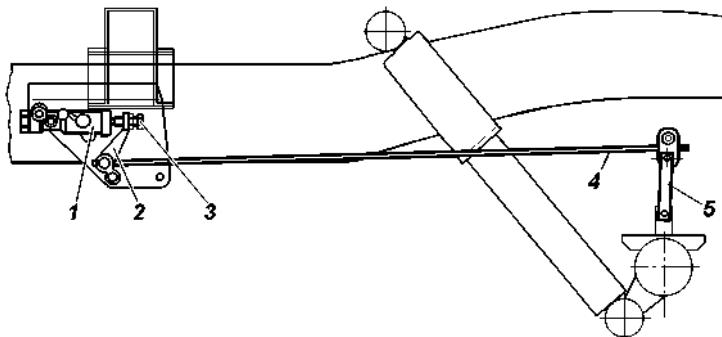

Рис. 9.30. Привод регулятора давления:
В процессе эксплуатации и при замене задних рессор, необходимо регулировать усилие упругого рычага 4 (рис. 9.30) на поршень регулятора. Регулировку производите в следующей последовательности:
5. Вращением гаек 4 и 6, выберите слабину тросов 1, 7, 8. При этом необходимо выдержать размер $\Gamma=1$ мм (min), $D=35$ мм (min) и разницу размеров М и Н не более 6 мм (рис. 9.30). При выборе слабины тросов, перемещение рычагов 9 не допускается.